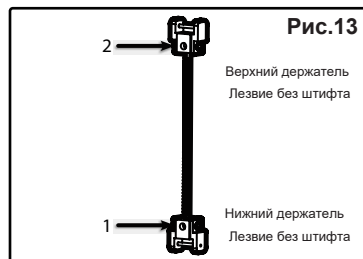

Рис.13
УСТАНОВКА ЛЕЗВИЙ БЕЗ ШТИФТОВ (Рис. 13,14,15)
2. Чтобы установить лезвие без штифтов, ослабьте винт с накатанной головкой (рис.13- 1) на нижнем держателе лезвия.
5. Вставьте лезвие в верхний держатель лезвия. Затяните верхний винт с накатанной головкой (рис. 13- 2), чтобы закрепить лезвие.